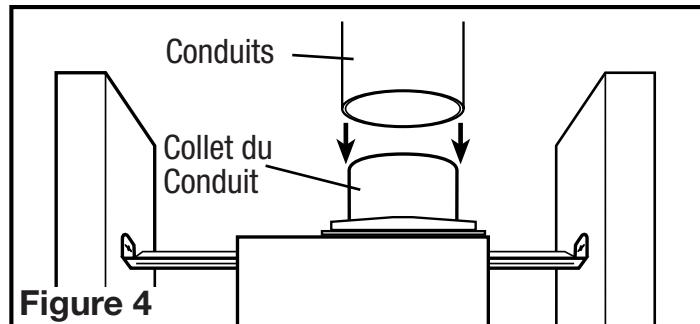

Figure 4
- Raccorder le conduit au collet de conduit du ventilateur (Figure 4). Fixer en place à l'aide de ruban ou de serre-joint. Toujours évacuer le ventilateur vers l'extérieur au travers de chapeau mural ou de toit.